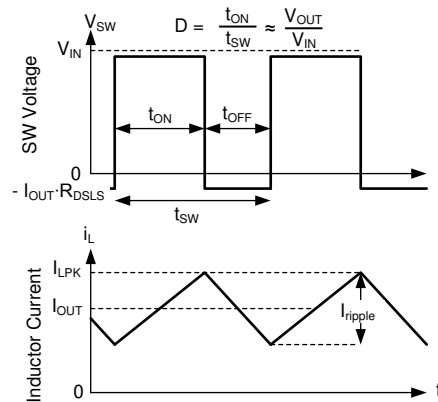

图 7-18. 连续导通模式 (CCM) 下的 SW 电压和电感器电流波形
有关 LMQ644xx 的以下运行说明，请参阅 功能方框图 和 图 7-18 中的波形。两者都以变化的占空比 (D) 打开内部高侧 (HS) 和低侧 (LS) NMOS 开关，从而提供稳定的输出电压。在 HS 开关导通期间，SW 端子电压  $V_{SW}$  摆动至大约  $V_{IN}$ ，电感器电流  $i_L$  以线性斜率增加。HS 开关由控制逻辑关闭。在 HS 开关关闭时间  $t_{OFF}$ ，LS 开关打开。电感器电流通过 LS 开关放电，这会强制  $V_{SW}$  通过 LS 开关两端的压降摆动到地电位以下。稳压器环路调节占空比以保持恒定的输出电压。D 由 HS 开关在开关周期内的导通时间定义： $D = T_{ON}/(T_{ON} + T_{OFF})$ 。